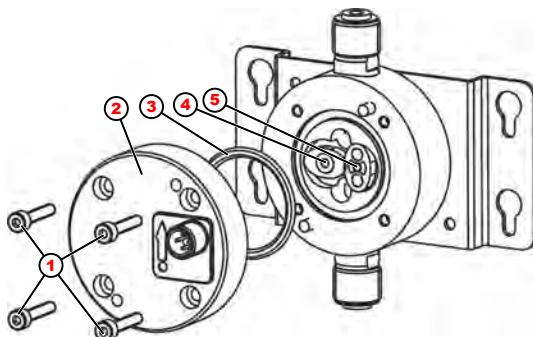

Abb. 21: Wartung
1. Am Ovalradzähler die 4 Schrauben (Abb. 21, Pos. 1) herausdrehen.
2. Deckel (Abb. 21, Pos. 2) abnehmen.
3. Die beiden Ovalräder (Abb. 21, Pos. 4 + Pos. 5) entfernen und reinigen oder ersetzen.
Es wird empfohlen grundsätzlich die O-Ring-Dichtung (Abb. 21, Pos. 3) zwischen Deckel und Gehäuse zu erneuern.